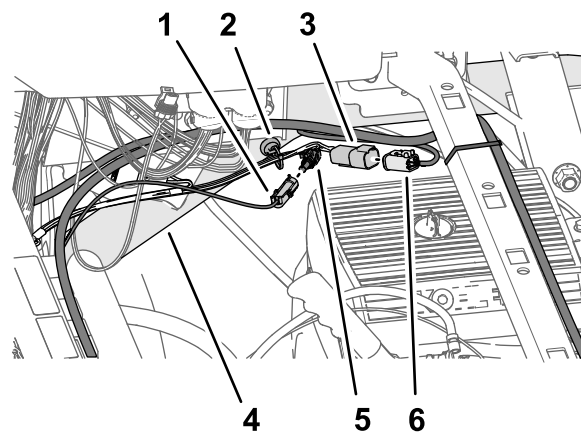

図 202
3. バッテリーハーネスのうち、***IMPORTANT*** ONLY CONNECT THIS WIRE TO SWITCHED 12V POWER SOURCEというラベルの付いた 1 ソケットコネクタを、キットのワイヤハーネスの 66cm 枝線図 202 SW'D PWR FOR GEN 2 TOPCONというラベルの 1 ソケットコネクタに接続する。
4. キットのワイヤハーネスの 66cm の枝線についている 4 ピンコネクタASC 10 PWR & CAN FROM X30 というラベルがついているものを、データハーネスの、CAN 2/ASC10 BUSというラベルがついている 4 ソケットコネクタに接続する図 202。